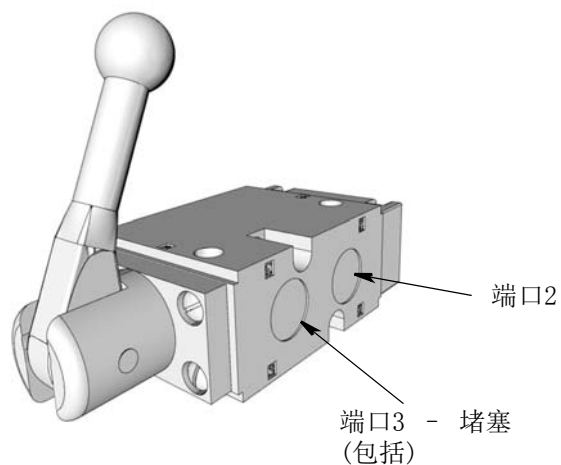

FIG. 14
- b. 将端口 2 与卷盘气动马达连接 (FIG. 14)。